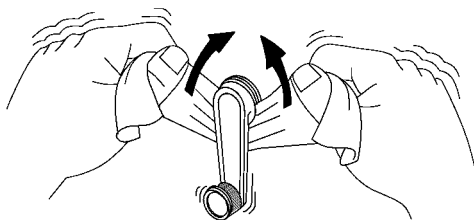

图 17-26 拆下升降摇手柄
(1) 拆下升降摇手柄。用抹布拉出弹簧卡环，并拆下摇手柄和平垫圈，如图 17-26 所示。